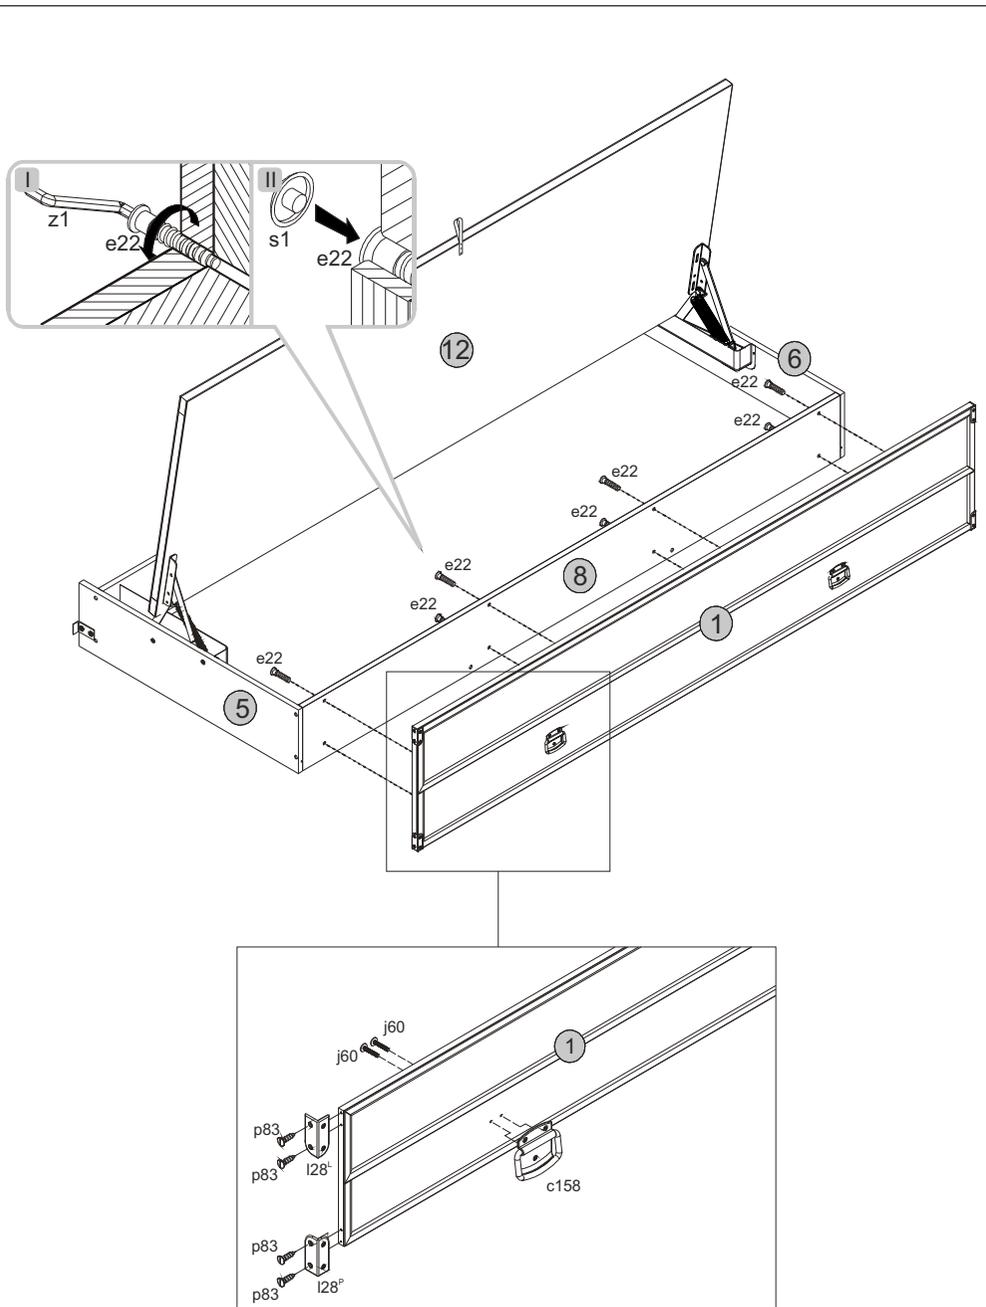

Рис. 7
5.23 Присоединить панель переднюю **1** к стенке передней **8** емкости для хранения белья и стянуть еврошурупами **e22**, пользуясь специальным ключом **z1** из комплекта фурнитуры. Головки еврошурупов закрыть заглушками **s1** (**см.рис.7**).